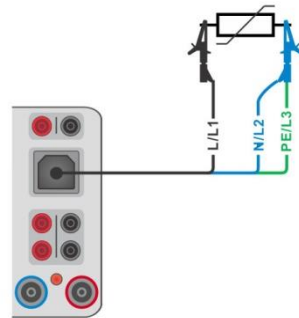

Abbildung 6.35: Anschluss des 3-Leiter Prüfadapters
- › Verbinden Sie das 3-adrige Prüfkabel mit dem zu prüfenden Gerät, siehe **Abbildung 6.35**.